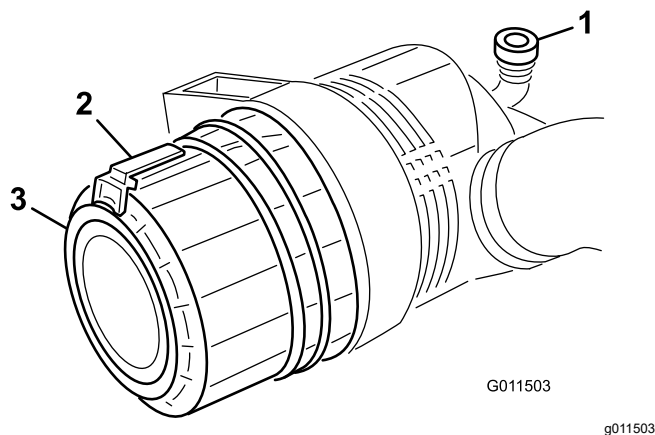

図 73
1. ラッチを引いて外し、カバーを左にひねってボディからはずす図73。